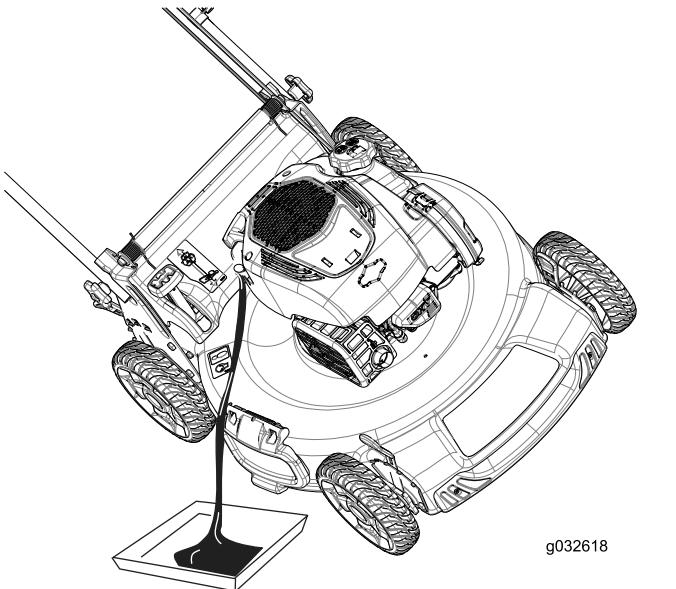

Figura 34
- Ponga la máquina de lado (de modo que el filtro de aire quede hacia arriba) para drenar el aceite usado a través del tubo de llenado de aceite (Figura 34).